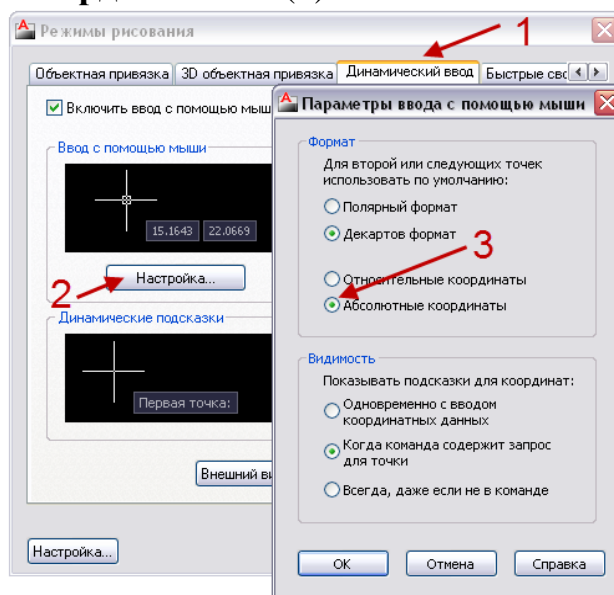

Рис. 8. Окно **Режимы рисования**
выберите вкладку **Динамический ввод** ⇒ (1) (рис. 8). Затем нажмите клавишу **Настройка** ⇒ (2). В поле **Формат** выберите **Декартов формат** и **Абсолютные координаты** ⇒ (3).